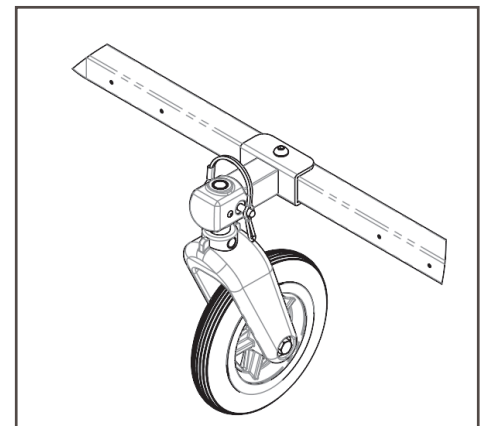

図32
5. ブラケットの一番上にある穴に固定ボルトを挿入し、ナットをブラケットの底部のボルトに通してしっかりと締めます (図32)。